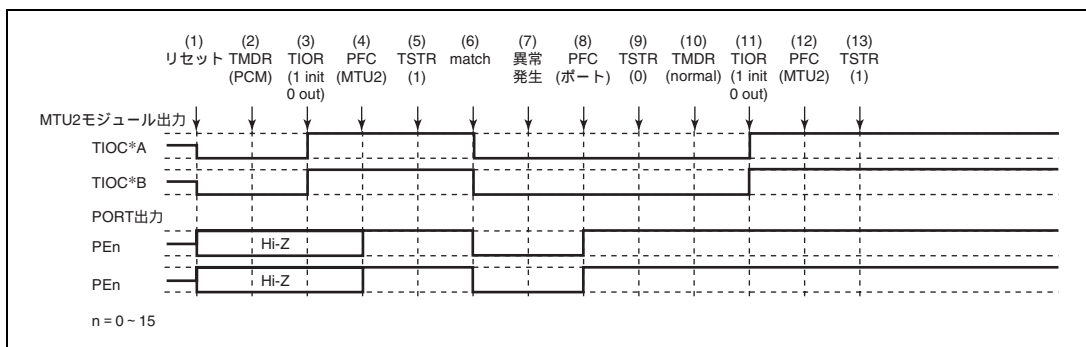

図 11.131 位相計数モードで異常が発生し、ノーマルモードで復帰する場合
位相計数モードで異常が発生し、再設定後ノーマルモードで再スタートする場合の説明図を図 11.131 に示します。
(1) ~ (9) は図 11.131 と共通です。
(10) PWM モード 1 を設定します。
(11) TIOR で端子を初期化してください (PWM モード 1 では TIOC*B 側は初期化されません)。
(12) PFC で MTU2 出力としてください。
(13) TSTR で再スタートします。
(19) 位相計数モードで動作中に異常が発生し、PWM モード 2 で再スタートする場合の動作
(10) PWM モード 2 を設定します。
(11) TIOR で端子を初期化してください (PWM モード 2 では周期レジスタの端子は初期化されません)。
(20) 位相計数モードで動作中に異常が発生し、位相計数モードで再スタートする場合の動作
(10) 位相計数モードで再スタートする場合には必要ありません。
(11) TIOR で端子を初期化してください。
(21) 相補 PWM モードで動作中に異常が発生し、ノーマルモードで再スタートする場合の動作